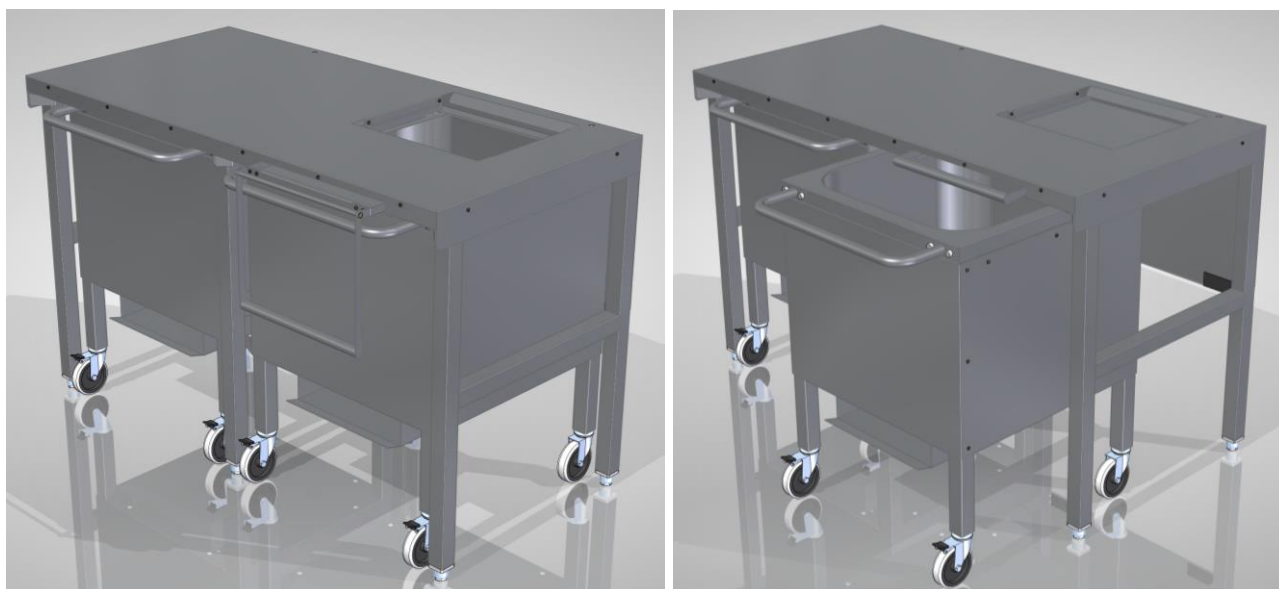

Рис. 2 Схема выдвижения бункера
5.3 При заполнении бункера льдом (контролируется визуально) необходимо, не выключая льдогенератор, установить ручку горизонтально и задвинуть поддон до упора (рис. 2). Выкатить заполненный правый бункер и установить на его место пустой левый, после чего выдвинуть поддон в начальное положение, в котором он будет фиксироваться стопором. Попавший при этом на поддон лед будет сброшен в бункер с помощью скребка.